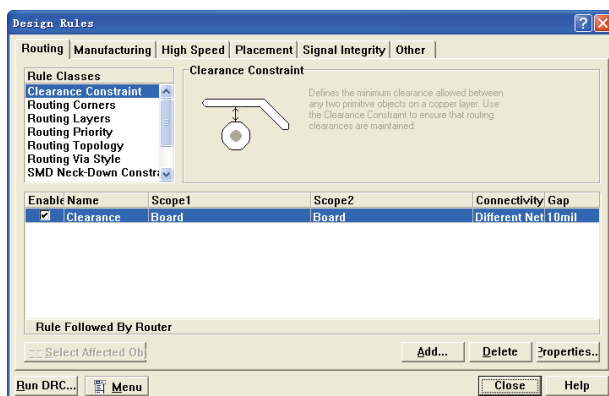

图 11-44 “Design Rules”对话框
(1) 双击打开“4 Port Serial Interface.DDB”项目文件下的“4 Port Serial Interface.PCB”文件。
(2) 执行菜单命令“Design”→“Rules”，弹出如图 11-44 所示的“Design Rules”对话框，进行信号完整性设置，选择默认设置，单击 **Close** 按钮，关闭对话框。